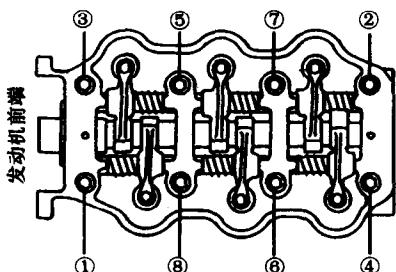

图 1-8 拧下气缸盖螺栓的顺序
②按图 1-8 所示顺序,分三次拧下气缸盖螺栓,取下气缸盖总成。拆气缸盖总成时,必须在发动机冷态下进行。若在刚停机后气缸盖温度较高时将其拆下,在气缸盖冷却过程中,由于本身各处壁厚不均匀而出现各处温度不均匀,从而产生内应力。而此时气缸盖已在自由状态下,由于内应力的作用将使气缸盖产生翘曲。